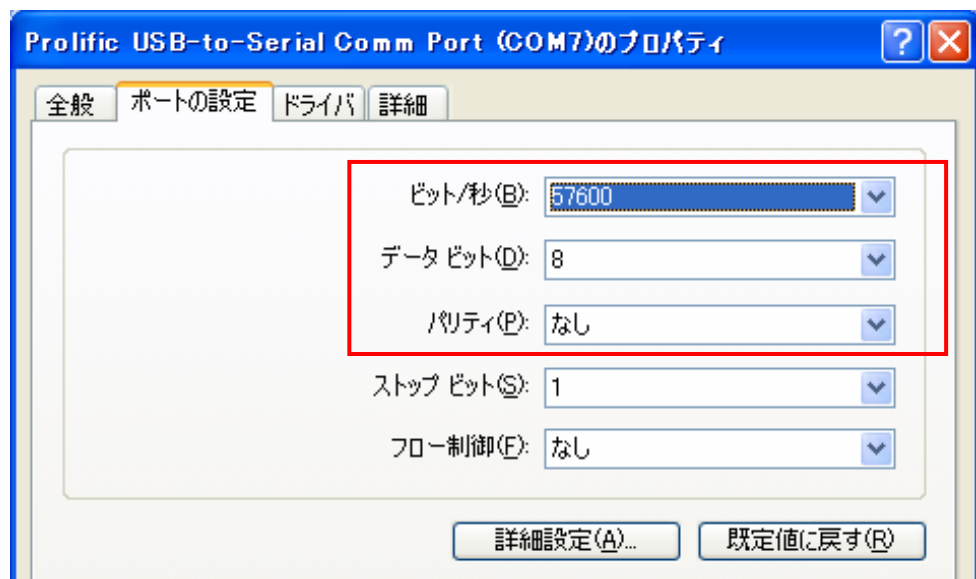

図4. 3. 1 ポートの設定
- (1) T e r a - T e r mをPCにインストールしてください。
(2) T e r a - T e r mを起動し、設定-シリアルポートより、シリアルポート設定を変更してください。(図4. 3. 2)